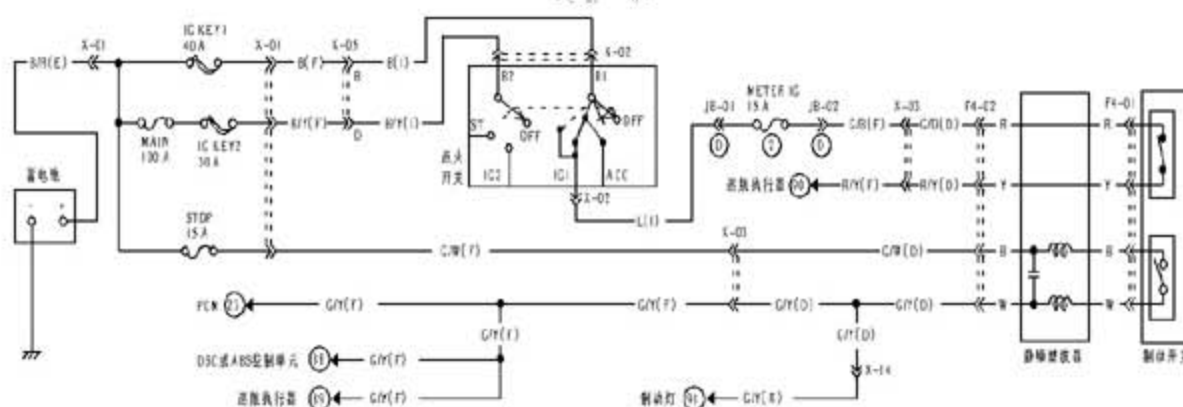

图 1
- 2). 利用故障诊断仪进入资料记录器读取 BOO(制动开关)数据，诊断仪显示：制动踏板未踩下 ON(正常值 OFF)，制动踏板踩下 ON(正常值 ON)。上述数据表明制动开关及相关电路存在故障。查阅相关电路图(图 1)得知，PCM、ABS 及巡航控制单元均接收制动开关信号。如果制动开关始终提供制动踏板踩下(ON)信号，则故障警告灯便会点亮，自动巡航功能便不能设定。